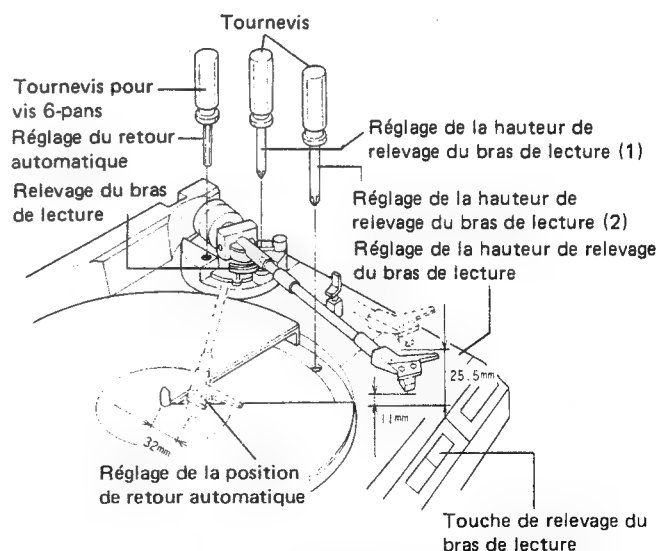

Fig. 11-5 Réglage de la hauteur de relevage du bras de lecture et de la position de retour automatique
5. Arrêter de tourner la vis de réglage sur le point pour lequel il y a un écart de 32mm entre la pointe de lecture et l'axe central. (Fig. 11-5)